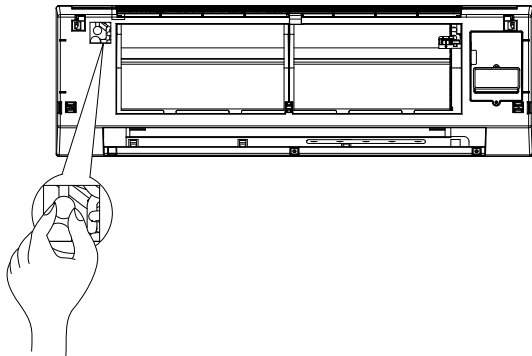

fig. 13
- Durante la primera carga de agua en el ventiloconvector, asegúrese de que el aire residual en el circuito esté correctamente purgado, utilizando la válvula adecuada colocada como se muestra en “fig. 13”.